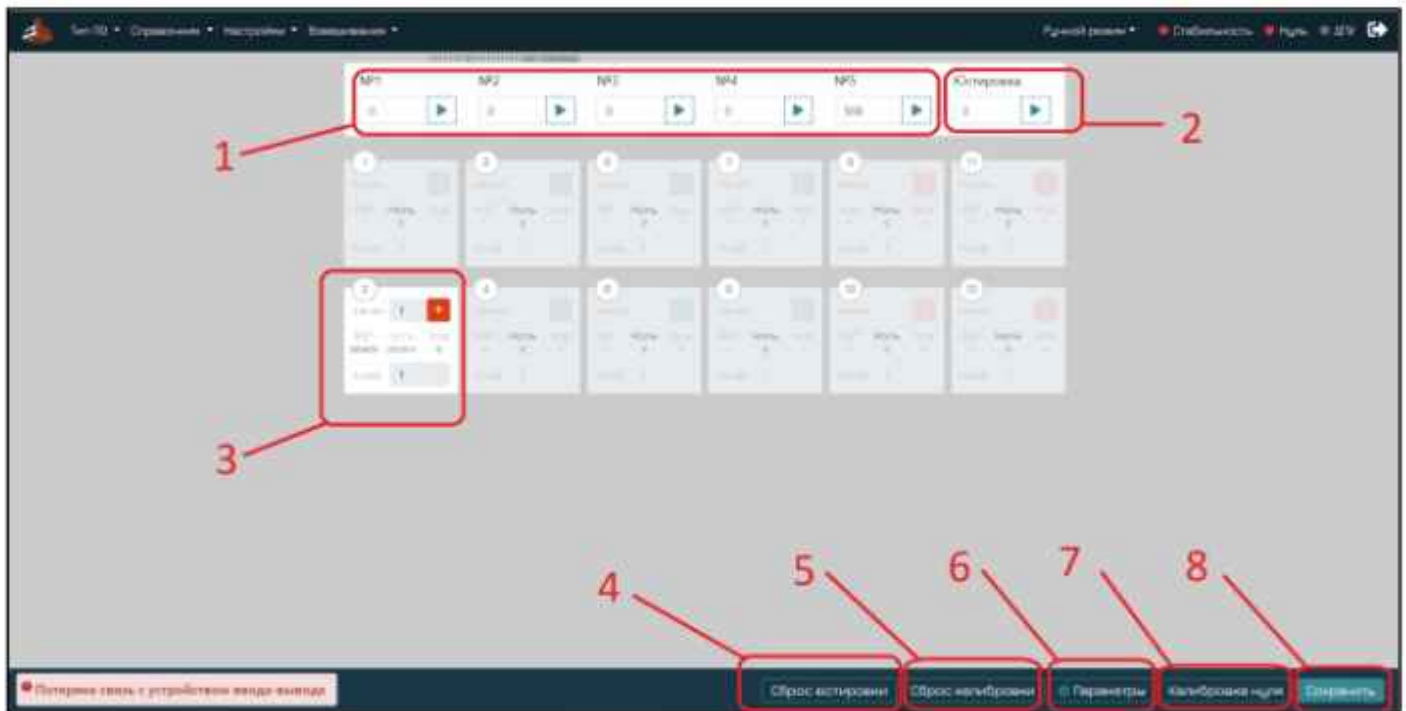

Рис.18
- В пункте меню «Настройки» - «Калибровка» пользователю доступна следующая информация (Рис.18):
После выбора и ввода всех параметров, необходимо снова перейти в раздел «**Настройка датчиков**» (пункт 2.3.5, рис.18).